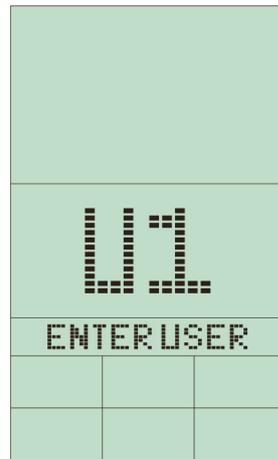

Abbildung 3
2. Die Konsole verfügt über vier Benutzerkonten (U1 - U4). Drehen Sie den Stellknopf, um einen Benutzer 1 - 4 auszuwählen und drücken Sie ENTER zur Bestätigung (siehe Abb. 3 und 4).